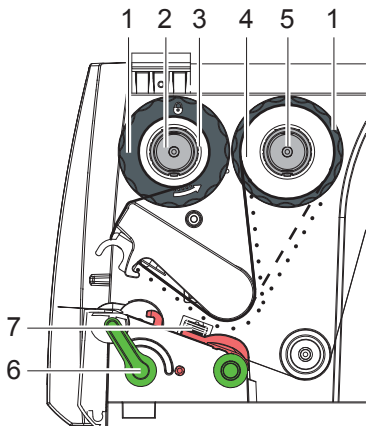

Fig. 12 Transferfoliekørsel
5. Kantstyrets position på oprulleren skal tilpasses til foliekernens bredde (3) hvorefter foliekernen skal skydes på oprulleren (2).
6. Før transferfolie gennem printenheden som vist i fig. 12.
► Før transferfolien hen over etiketføleren (7).
7. Fastgør starten af folien med klæbestrimmel midt på transferfoliekernen (3). Vær opmærksom på oprullerens rotationsretning mod uret.
8. Drej oprulleren (2) mod uret for at udglatte foliens forløb.
9. Drej hovedvinklen nedad og drej armen (6) med uret for at låse printhovedet.